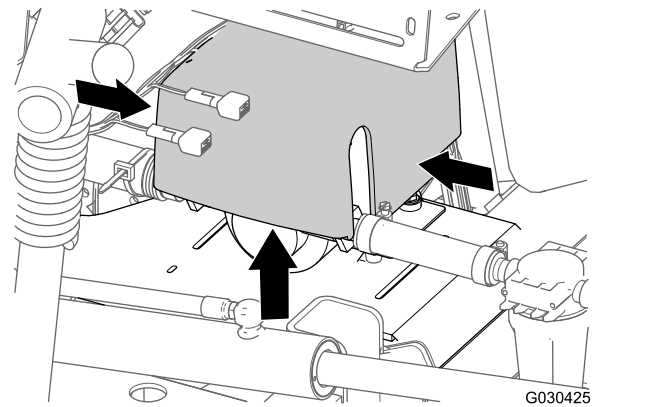

Bild 5
1. Drücken Sie am Heck der Maschine die Seiten der Spülpumpenabdeckung zusammen und heben die Abdeckung an, bis die Nasen der Abdeckung nicht mehr in den Schlitzen der Sattelplatte sitzen; nehmen Sie dann die Abdeckung von der Maschine ab (Bild 5).